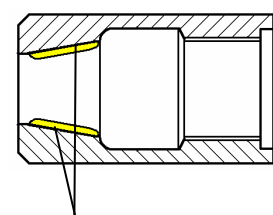

図7-3 グリス (厚さ 2~3mm)
- (5) ジョーケースの内側 (ジョーと接する面) にグリスを十分に塗布して組み付けてください。(図7-3参照)